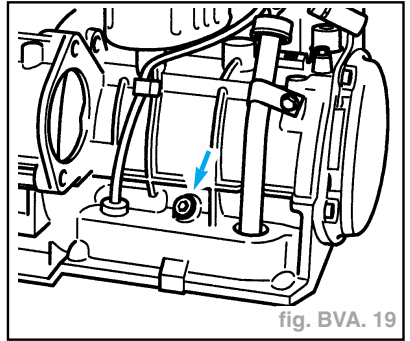

fig. BVA. 19
- Déposer la vis (flèche) pour l'orifice de pression, toujours remplacer la vis, **15 Nm**. (fig. BVA. 19)